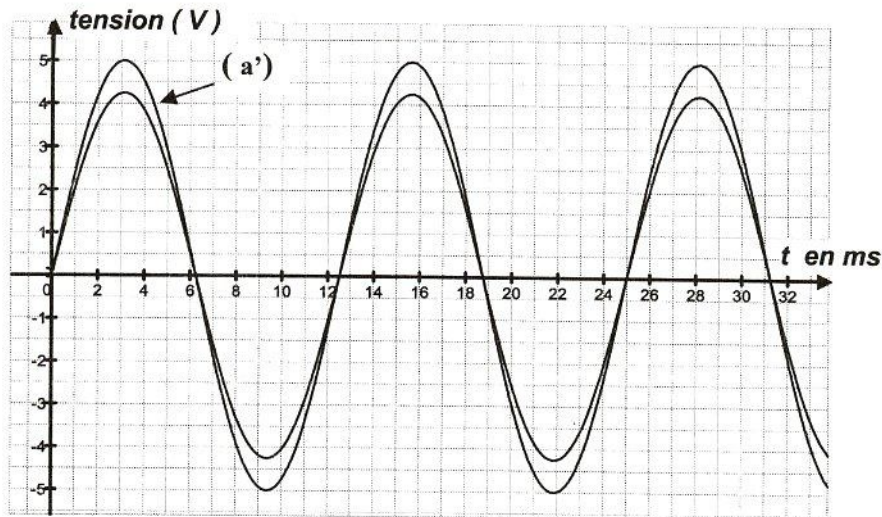

Figure 4
Pour une fréquence  $N_0$  du **GBF**, on obtient les courbes de la figure 4.
- 3- Par exploitation des courbes de la figure 4, déterminer la valeur de :